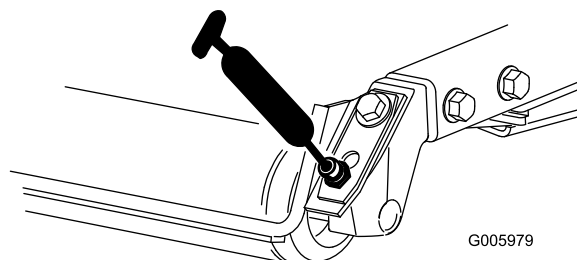

Figura 22
- Cojinetes de los rodillos traseros (2 por unidad de corte) (Figura 22).